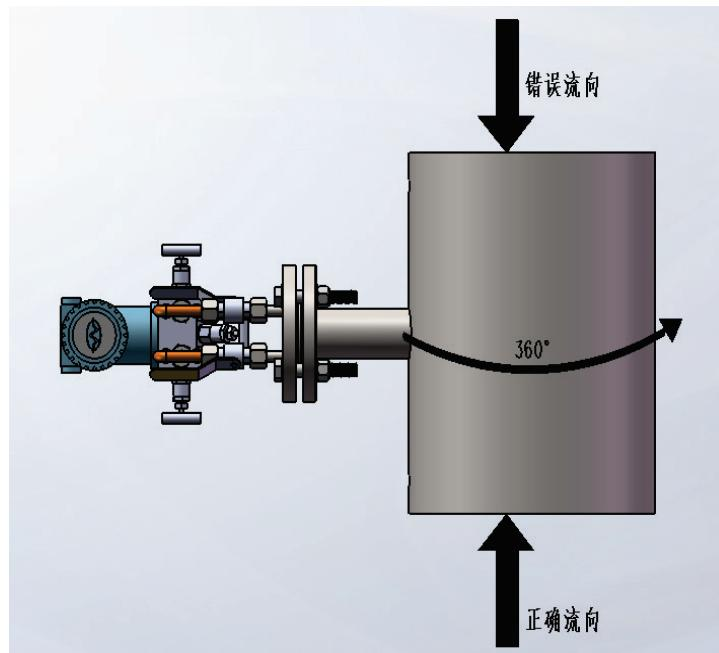

图 2
- (1) 在垂直管道中安装，允许在管道周围 360° 范围内任意安装，水流方向应由下往上流动，如图 2 所示：